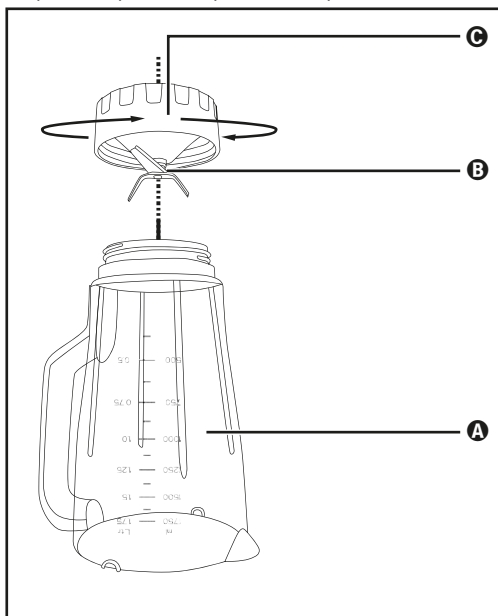

Abb. 3
- 2) Coloque o aparelho de cabeça para baixo e rode a peça de plástico inferior **C** do copo misturador **3**, no sentido contrário ao dos ponteiros do relógio, de modo que a peça de plástico superior **A** do copo misturador **3** se possa soltar (ver fig. 3).